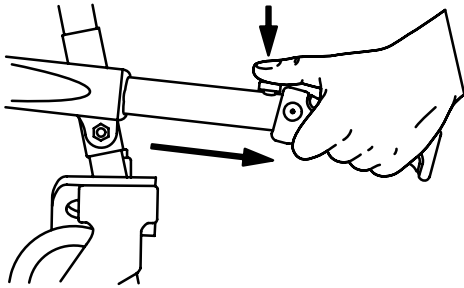

Figura 6 – Pegas de elevação da extremidade do lado dos pés
2. Operador na extremidade do lado dos pés: Pressione os botões de libertação vermelhos para estender as pegas de elevação na extremidade do lado dos pés e empurre as pegas para fora até que parem (Figura 6). Solte os botões para bloquear as pegas.